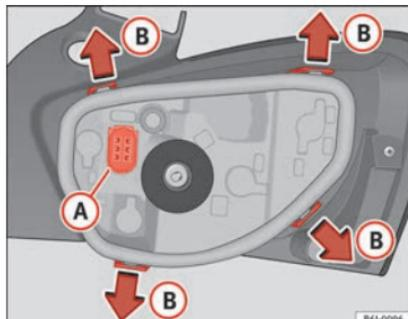

Fig. 106 Remplacement des ampoules des feux arrière.
- Retirez le porte-ampoule en le séparant du boîtier. Appuyez pour cela sur les pattes de fixation **B** dans le sens des flèches » fig. 106.